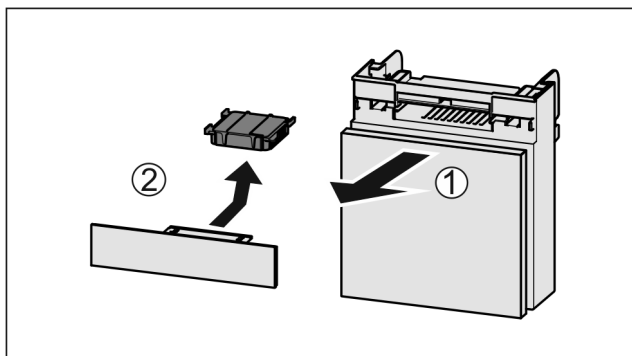

Fig. 159
- ▶ Lade vanaf de voorkant eruit trekken Fig. 159 (1).
- ▶ Actiefkoolfilter verwijderen Fig. 159 (2).